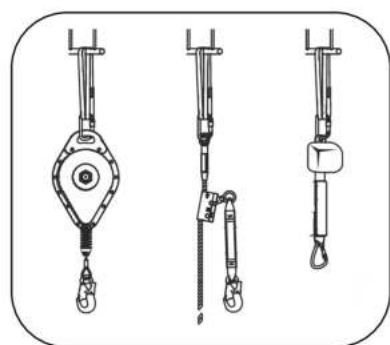

рис. 9
- Присоедините к карабину соединительно-амортизирующую подсистему (рис. 9).